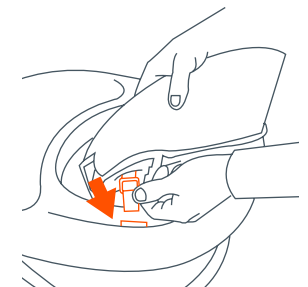

Fig. 5
- 5) • Locate the straps with plastic buckles on back of seat and corresponding slots on tray. Insert each strap into corresponding slot (Fig 5).
- Ubique las tiras con las hebillas de plástico en la parte trasera del asiento y las ranuras correspondientes en la bandeja. Inserte cada tira en la ranura correspondiente (Fig. 5).